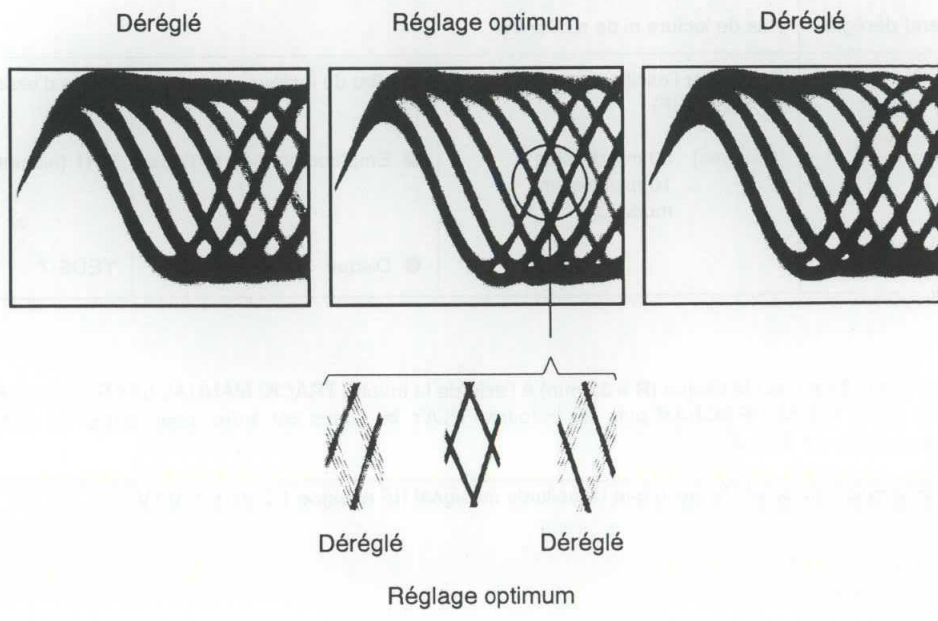

Fig. 8-11. Motif en oeil
3. Ensuite, ajuster la vis d'inclinaison tangentielle à l'aide d'une clé hexagonale M de 3 mm, de façon que le motif en oeil (c'est-à-dire, le diamant au centre du signal RF) soit le plus clairement visible (Fig. 8-11.).